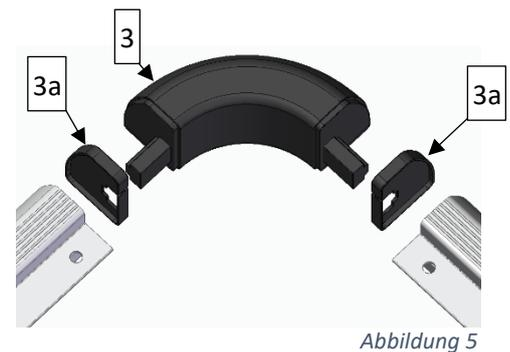

Abbildung 5
Jetzt kommen auf die kurzen Rahmenprofile 1.444mm (2) jeweils zwei Eckverbinder (3 – Abb. 5). Diese werden vorne und hinten vom Fahrzeug auf die schon auf dem Dach montierten langen Rahmenprofile (1) gesteckt. Um das Rausrutschen der kurzen (2) aus den langen Rahmenprofile (1) zu verhindern, wird in allen vier Ecken jeweils eine Eckverbinder-Blechverstärkung (4) auf die Bohrungen der Rahmenprofile gelegt. Durch diese Bohrungen werden von oben Linsenkopfschrauben (6) mit den Sechskantmutter (8) verschraubt (Abb. 6).